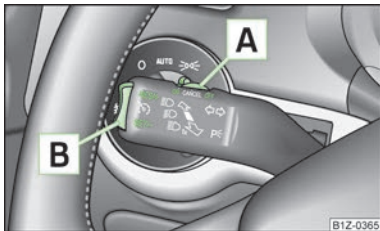

Fig. 100
- Apăsați comutatorul **A** » fig. 100 în poziția **ON**.
- Apăsați butonul basculant **B** » fig. 100 la pagina 100 în poziția **RES**.
- Viteza memorată se poate reduce prin apăsarea butonului basculant **B** » fig. 100 la pagina 100 în poziția **SET**.
Sistemul de control automat al vitezei de deplasare se **dezactivează temporar** prin apăsarea comutatorului **[A]** » fig. 100 la pagina 100 în poziția **CANCEL**, respectiv dacă se apasă și pedala de frână sau de ambreiaj.
» Apăsați comutatorul **[A]** » fig. 100 la pagina 100 spre dreapta, în poziția **OFF**.